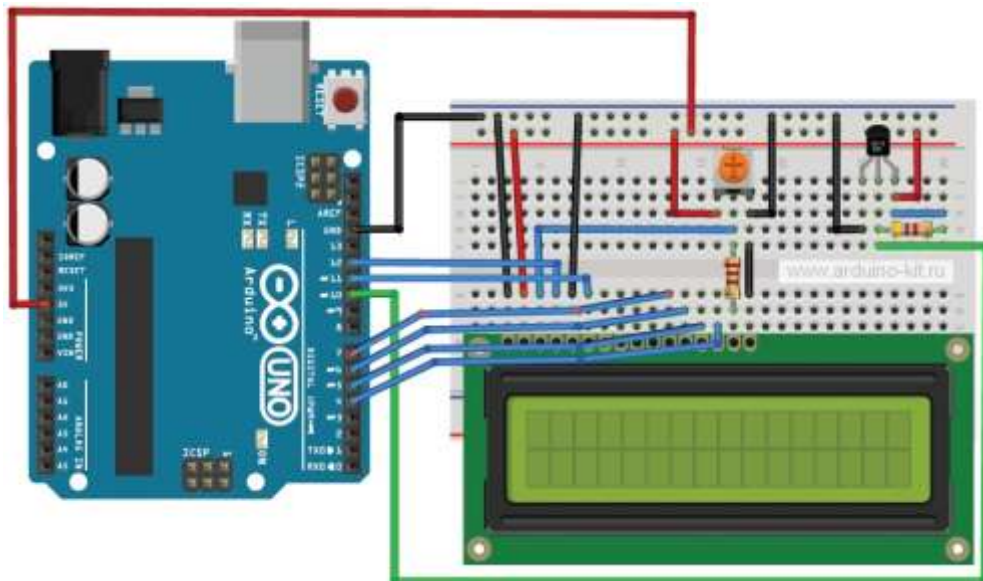

Рисунок 11
В нашем эксперименте мы будем считывать данные с датчика температуры DS18B20 и выводить на экран ЖКИ WH1602. Схема подключения датчика температуры DS18B20 и WH1602 к плате Arduino показана на рис. 11.
1. Подключаем датчик DS18B20 и WH1602 по схеме на рис. 11.